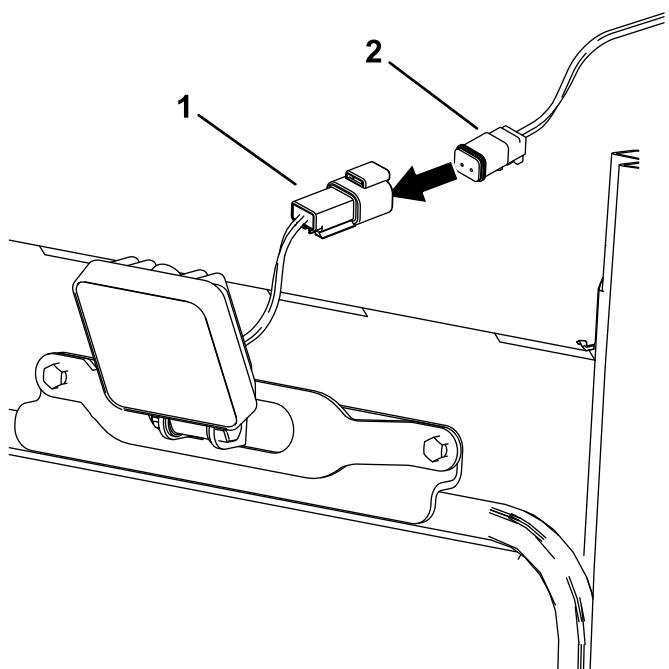

Рисунок 10
- Подсоедините разъемы к рабочим осветительным приборам (Рисунок 10).